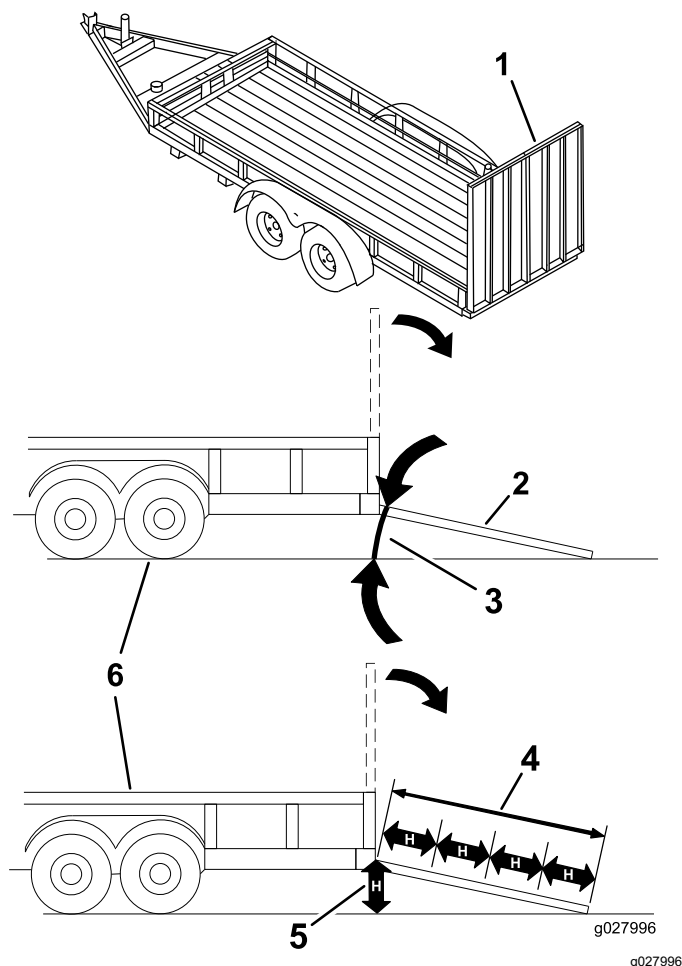

Figure 40
Le chargement de la machine sur une remorque ou un camion augmente le risque de basculement, et donc de blessures graves ou mortelles (Figure 40).
3. Abaissez la rampe pour que l'angle avec le sol ne dépasse pas 15 degrés (Figure 40).
1. Abaissez la rampe pour que l'angle avec le sol ne dépasse pas 15 degrés (Figure 40).